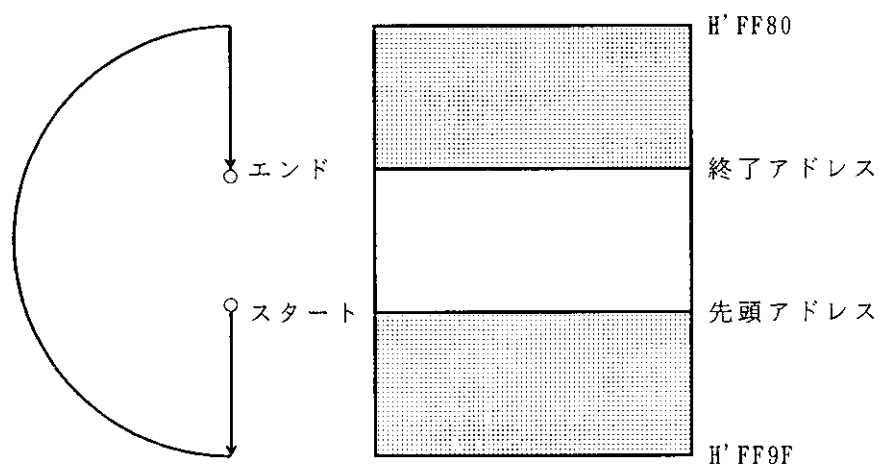

図10.3.4 終了アドレスが先頭アドレスより小さい値の場合
- ① S C S R 2 の S T F が “ 0 ” の状態で、P M R 2、P M R 3、S T A R、E D A R、および S C R 2 により、端子、転送モードを設定します。
- ② S C I 2 の端子はポートと兼用しています。ポートとの切換えは P M R 3 で行います。S O₂ 端子は P M R 2 で C M O S 出力と N M O S オープンドレイン出力の選択ができます。転送クロックと転送データ間隔は S C R 2 で設定します。
- ③ 転送データ領域の先頭アドレスと終了アドレスは、S T A R と E D A R で設定します。終了アドレスが先頭アドレスより小さい値の場合、図10.3.4に示すように、H' FF9F番地のデータを転送後、H' FF80番地にもどり、終了アドレスまで転送を行います。先頭アドレスと終了アドレスが等しい場合は、1バイトの転送を行います。